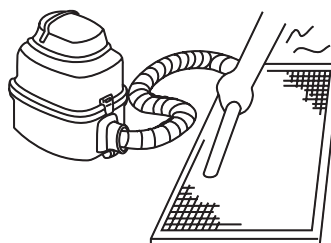

рис. 12-3
- При использовании пылесоса фильтр должен лежать стороной притока воздуха вверх (см. рис. 12-3).